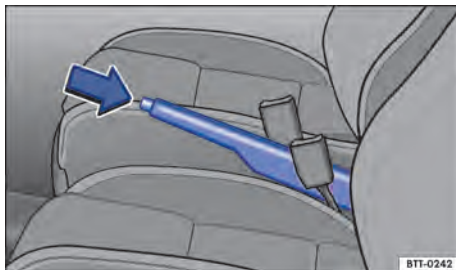

Fig. 114 Entre los asientos delanteros: palanca del freno de estacionamiento.
- Tirar de la palanca del freno de mano hacia arriba con la tecla de bloqueo presionada → **fig. 114** (flecha).
- Tirar de la palanca del freno de mano un poco hacia arriba y presionar la tecla de bloqueo → **fig. 114** (flecha).